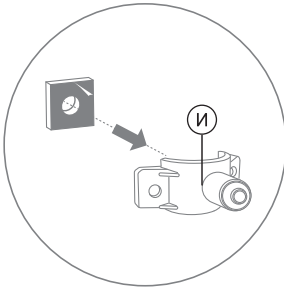

Рис. 23
- Приклейте прокладку (И) (рис. 23) с внутренней стороны хомута, одновременно совмещая отверстие в прокладке с отверстием в штуцере хомута.